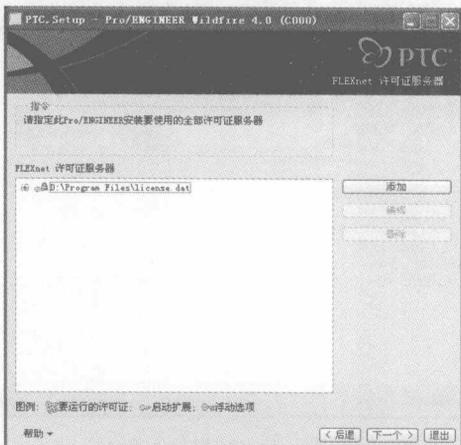

图 1-10 【FLEXnet 许可证服务器】界面
**STEP 9** 在【许可证文件路径】复选界面单击【确定 (D)】按钮，返回【FLEXnet 许可证服务器】界面，如图 1-10 所示。